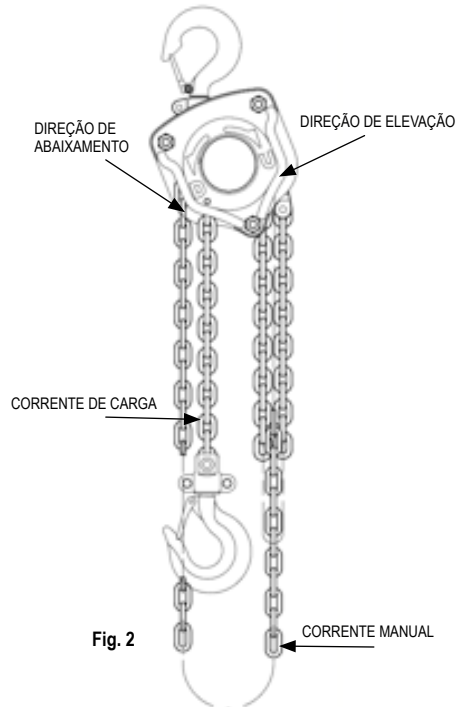

Fig. 2
- Puxe a corrente manualmente na direção da elevação (para encurtar a corrente) ou na direção de abaixamento (para alongar a corrente). As direções de elevação / abaixamento ("U" / "D") estão impressas diretamente no corpo do guincho (fig.2).